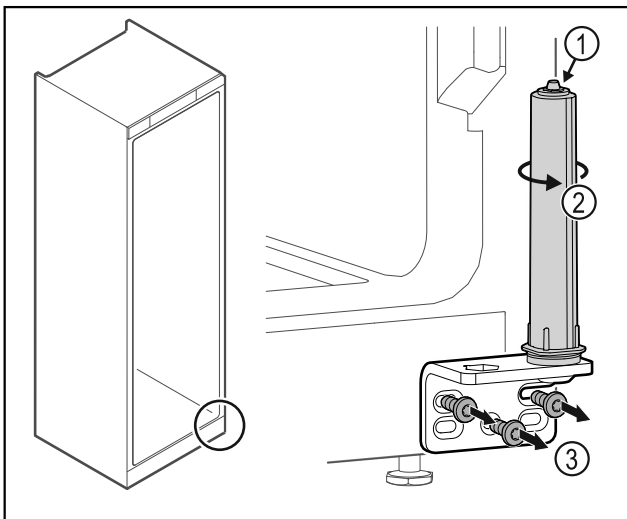

Fig. 34
▶ Älä pura oven sulkuyksikköä Fig. 34 (1).
- ▶ Kierrä sulkuyksikköä Fig. 34 (2), kunnes se naksahtaa.
- ▶ Irrota saranakulma Fig. 34 (3).